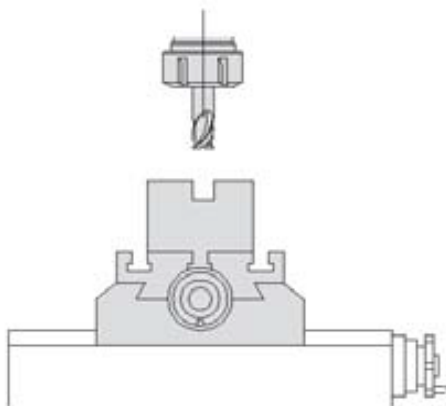

Рис.8.
- замените кромкоискатель на инструмент для осуществления обработки (Рис.8).